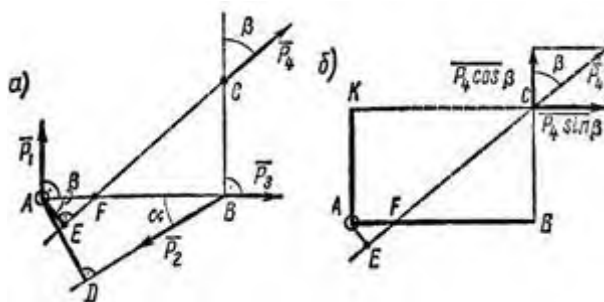

Рисунок 8
3. Определить моменты относительно точки А сил $P_1 = 40$ Н; $P_2 = 60$ Н; $P_3 = 30$ Н и $P_4 = 50$ Н, приложенных в точках А, В и С, как показано на рис. 8, а. Углы $\alpha = 30^\circ$, $\beta = 50^\circ$, $AB = 2,5$ м; $BC = 1,5$ м.